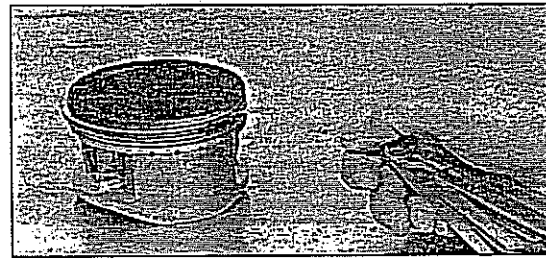
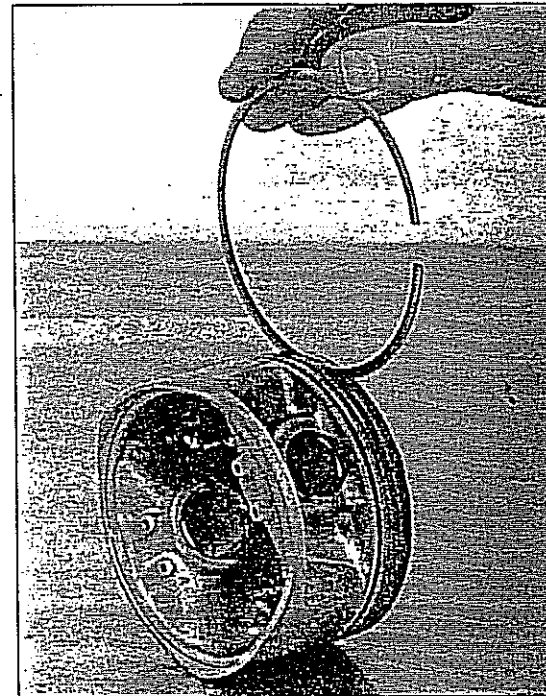

Bild 160
Bild 161
-  Mit Fühlerlehre Spiel zwischen Kolbenring und Ringnut abtasten, siehe Bild 160. Verschleissgrenze oberster Kolbenring: 0,04–0,08 mm, zweiter Ring: 0,03–0,07 mm. Kolbenring muss frei wie in Bild 161 gezeigt, ohne zu klemmen, durchrollen.